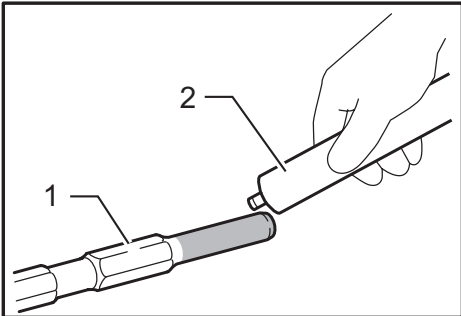

Fig.3
► **Fig.3:** 1. Bit shank 2. Grease